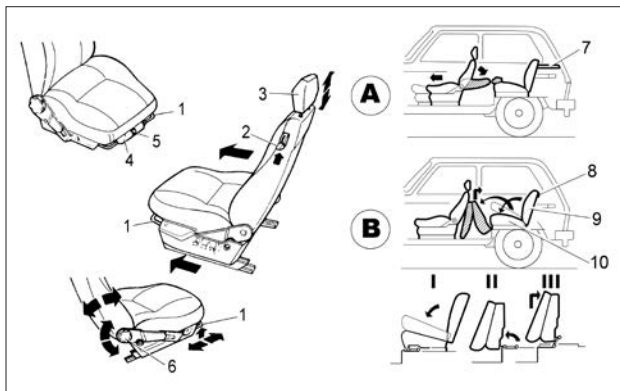

Рис. 8. Сиденья
Для регулировки передних сидений в продольном направлении потяните блокирующий рычаг **1** (рис. 8) вверх. После перемещения сиденья рычаг отпустите. Наклон спинки сиденья регулируется бесступенчато вращением рукоятки **6**. На схеме «А» показана раскладка передних сидений для отдыха. Для установки детского модуля пассажирское сиденье необходимо установить в предпоследнее заднее положение.
В вариантном исполнении на автомобиле реализована функция обогрева передних сидений. Для включения обогрева сиденья водителя нажмите на переключатель **1** (рис. 8а), для включения обогрева пассажирского сиденья на переключатель **2**.
**Рис. 8а. Переключатели